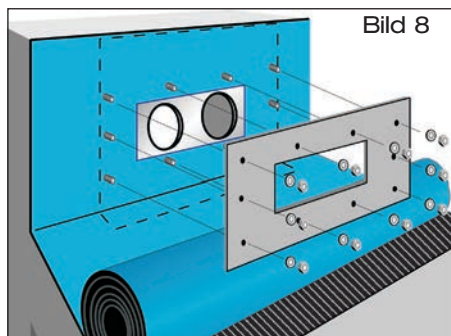

Bild 8
- 1.8 Dampfsperrbahn mit Losflansch und beiliegenden Schrauben verklemmen (Bild 8). Beiliegende Schrauben mit Steck- oder Ringschlüssel SW 13 gegenüberliegend anziehen. Dichtelemente in Muffen des Schiebeflansches einlegen.